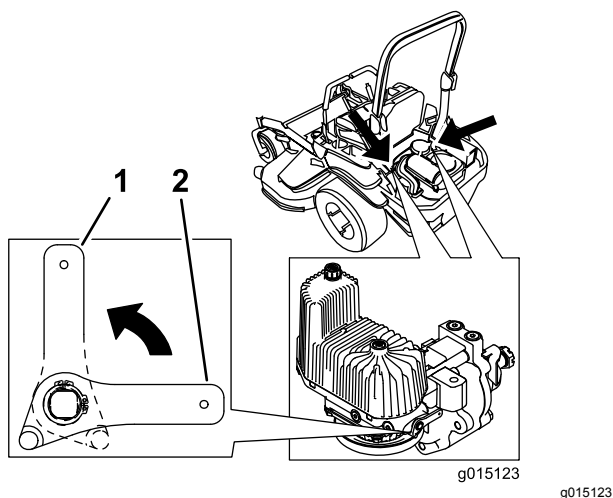

Figure 35
2. Tournez les leviers des vannes de déblocage en position verticale pour pousser la machine. Cela permet au liquide hydraulique de contourner la pompe et aux roues de tourner (**Figure 35**).
4. Tournez les leviers des vannes de déblocage en position horizontale pour utiliser la machine (**Figure 35**).